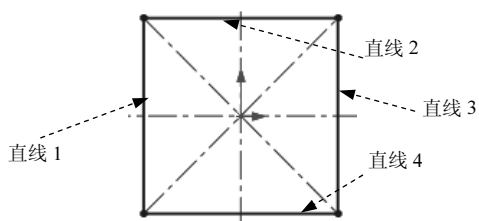
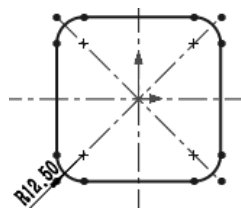

图 4.3 绘制的矩形
图 4.4 绘制的圆角
(2) 绘制矩形。选择下拉菜单 **工具(T)** → **草图绘制实体(E)** → **中心矩形** 命令。在图形区中绘制图 4.3 所示的直线。
(3) 绘制圆角。选择下拉菜单 **工具(T)** → **草图工具(T)** → **圆角(F)...** 命令,在“绘制圆角”对话框的 **半径(R)** 文本框中输入圆角半径值 12.5。分别选取图 4.3 所示的直线 1 与直线 2,系统便在这两个边之间创建圆角,同理添加其他圆角,完成后如图 4.4 所示。